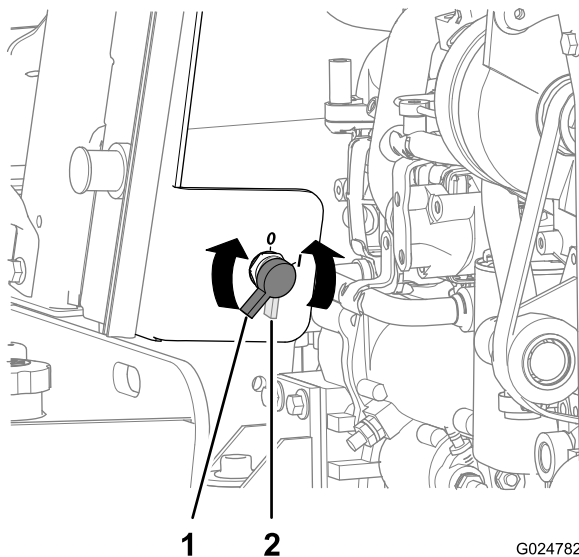

Figura 85
- Collegate il cavo positivo del caricabatteria al morsetto positivo della batteria (Figura 85).
- Ruotate l'interruttore di scollegamento della batteria in senso antiorario in posizione Off (Figura 85).
8. Ruotate l'interruttore di scollegamento della batteria in senso orario in posizione On (Figura 85).